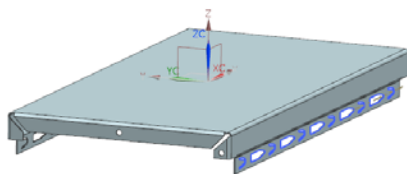

图 5-103 创建孔特征 2 后的钣金件
(4) 单击按钮, 创建孔特征 2 后的钣金件, 如图 5-103 所示。